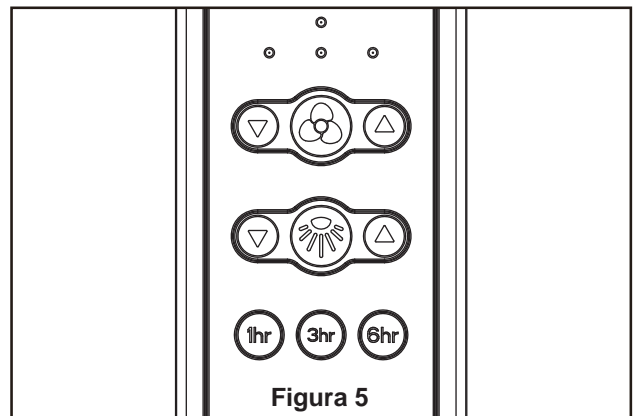

Figura 5
5. Instalar la carcasa de la caja de conexiones en la placa de montaje para dicha carcasa utilizando tres tornillos. (Figura 5)
5. Funciones del control remoto: (Figura 5)